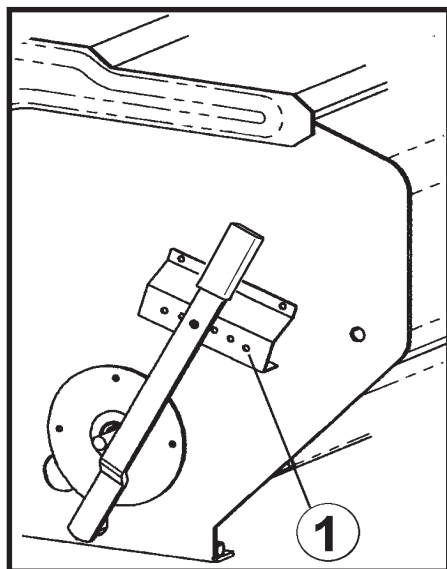

fig. 2
- 4 Colocar la PALANCA REGULADORA DEL PASO DE SEMILLAS (fig. 2) en la posición recomendada según el tipo de semilla que se vaya a sembrar, de acuerdo con la tabla de la página 17.